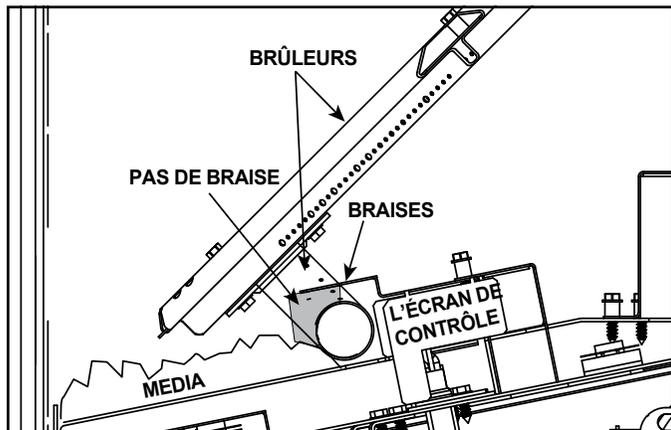

Figure 20 Braises interdites - Vue latérale
- Les braises ne sont pas autorisées dans la zone grise indiquée sur la figure 20. Le non-respect de cette procédure peut entraîner des problèmes d'allumage.